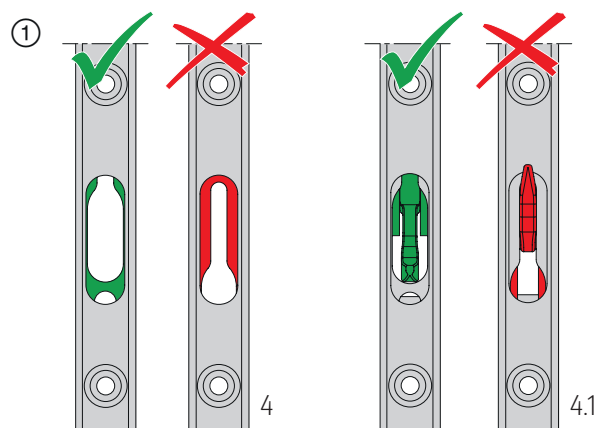
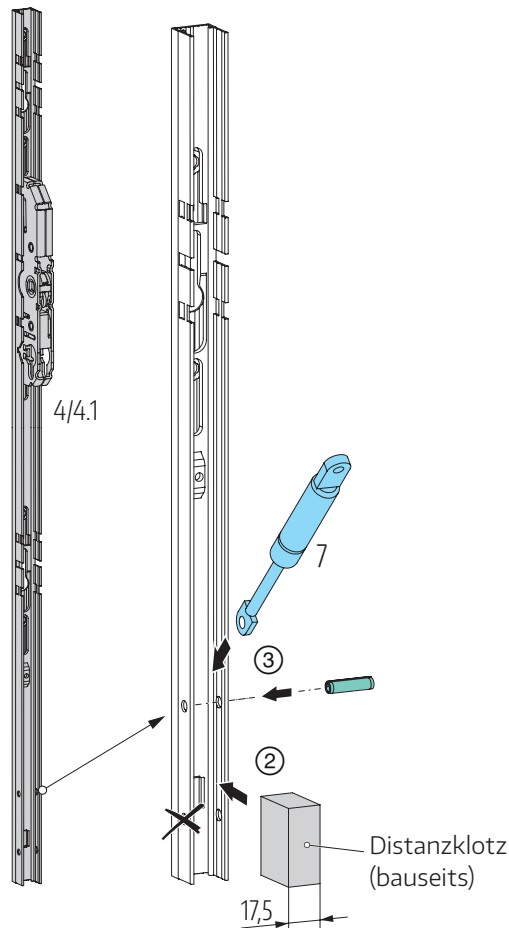

Abb. 12
Abb. 13
- ① Getriebe für Bolzen 4 oder Getriebe mit Haken 4.1 in Schiebestellung (angehobene Position) bringen; **Abb. 12.**
- ② Distanzklotz (bauseits) als Montagehilfe in Getriebebestulp einsetzen.
- ③ Gasdruckfeder 7 und Spannstift positionieren; **Abb. 13.**
- ④ Gasdruckfeder mit Spannstift an Getriebebestulp befestigen.
- ⑤ Unterlegscheibe positionieren,